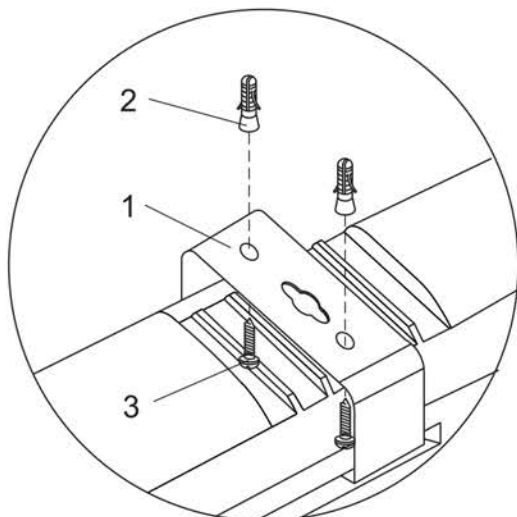

Рисунок 4
5.4.1 Монтаж светильника на рабочую поверхность производить при помощи монтажных скоб и крепежа, входящего в комплект поставки (рисунок 4):